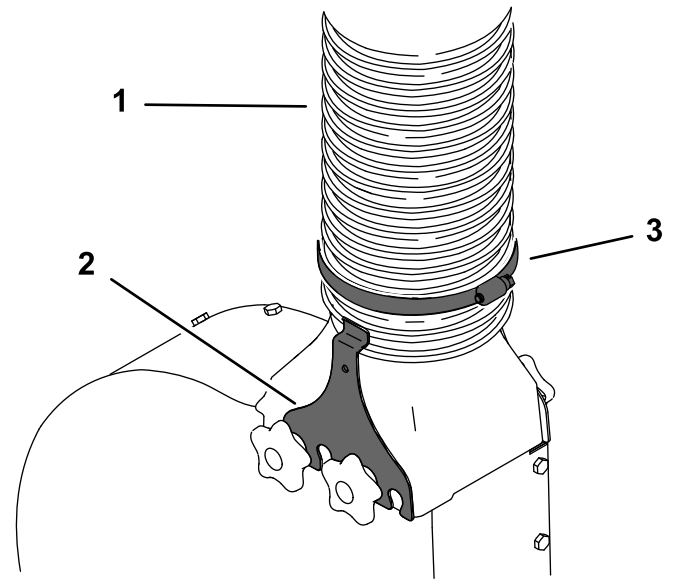

図 20
2. チューブのもう一方の端部を、ブローアアセンブリに固定するホースクランプ1個とブローアクランプ2個を使用する 図 20。